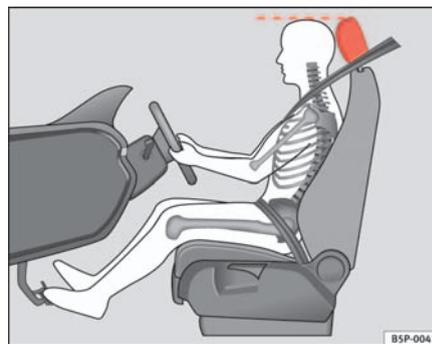

Fig. 2 Réglage correct de l'appuie-tête du conducteur
- Réglez l'appuie-tête de telle manière que le bord supérieur de celui-ci soit à la même hauteur que la partie supérieure de votre tête ⇒ **fig. 2**.